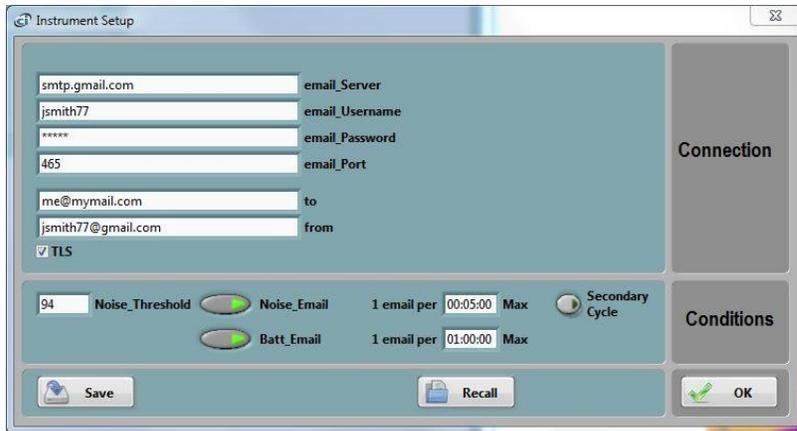

Figura 20 Configuración del correo electrónico
- **Destinatario(s)** La línea del destinatario (*a la* línea de la Figura 20). Si es necesario que más de un destinatario reciba las alertas, cada correo electrónico debe ir separado por un punto y coma ";"